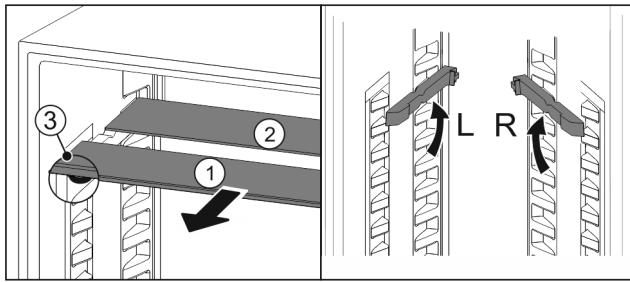

Fig. 120
- ▶ Vytiahnite sklené dosky jednotlivo dopredu Fig. 120 (1).
- ▷ Sklená doska Fig. 120 (1) s ozdobnou lištou leží vpredu.
- ▷ Zarážky Fig. 120 (3) ukazujú nadol.